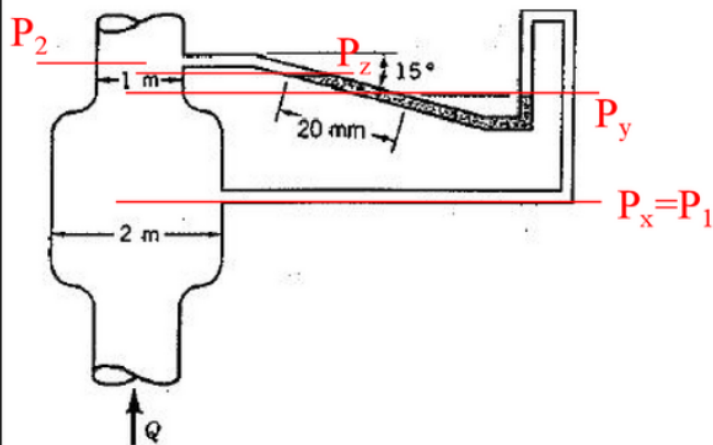

Figura P3.70
3.70 Ar na condição padrão escoar na chaminé axisimétrica mostrada na Fig. P3.70. Determine a vazão em volume na chaminé sabendo que o fluido utilizado no manômetro é água. Admita que os efeitos viscosos são desprezíveis.
Fig. P3.70 — Seção inferior: diâmetro 2 m; seção superior: diâmetro 1 m; vazão Q (para cima); manômetro inclinado a 15° com deslocamento do fluido manométrico (água) de 20 mm ao longo do tubo inclinado.